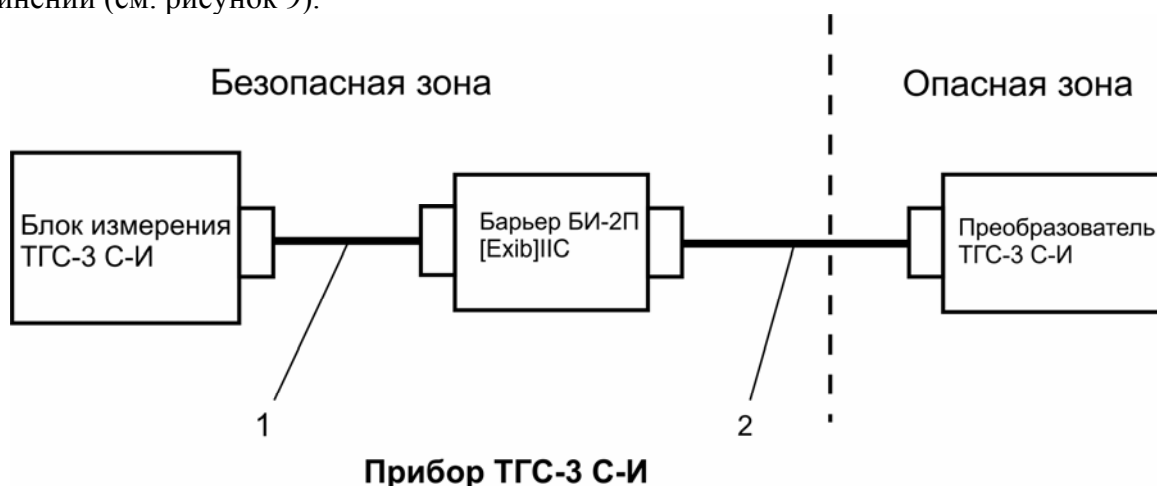

Рисунок.9 Схема внешних соединений
**7.2.3** Подключить составные части прибора согласно приведенной ниже схеме внешних соединений (см. рисунок 9).